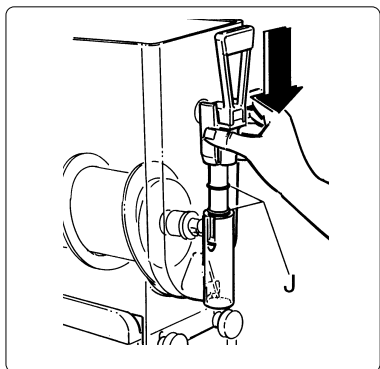

Fig. 18
- h) Volver a montar el grifo, esparciendo vaselina en las guarniciones (J) para facilitar el deslizamiento del grifo hasta que se insiera completamente (ver fig. 18).